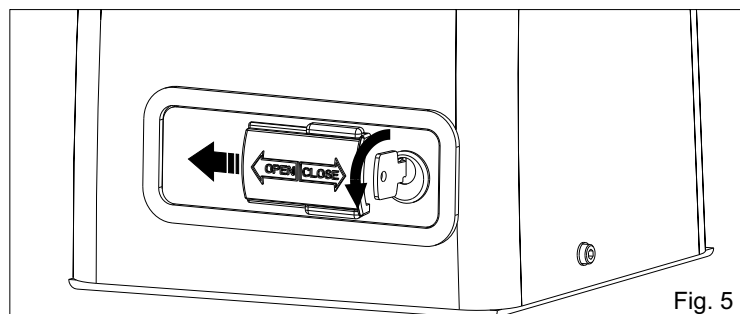

Fig. 5
- Inserire la chiave e ruotarla per aprire il portello che protegge la leva di sblocco (Fig. 5).